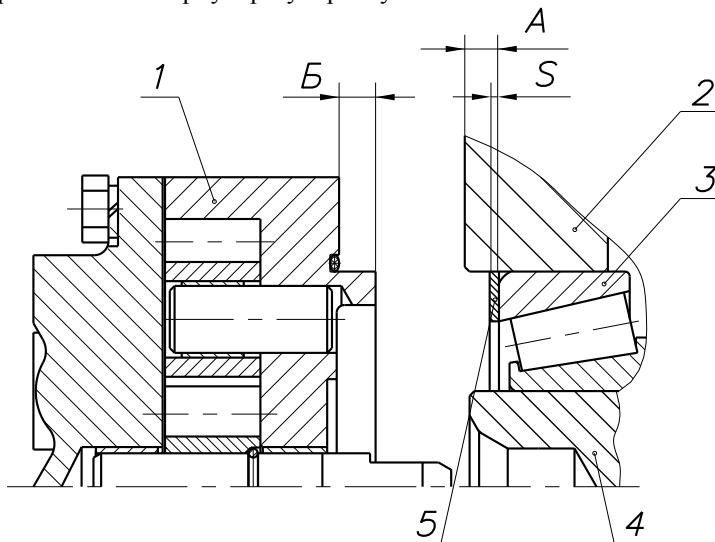

Рисунок 99:
5.1 Установить в расточку картера коробки передач наружное кольцо переднего подшипника промежуточного вала, после чего замерить абсолютную величину размера А (между торцами картера и наружным кольцом подшипника) рис. 99. При этом, наружное кольцо заднего подшипника промежуточного вала должно быть плотно (под усилием собственного веса вала) прижато к торцу проставки демультиплексатора, а наружное кольцо переднего подшипника - к роликам. Перед замером промежуточный вал провернуть не менее пяти оборотов.